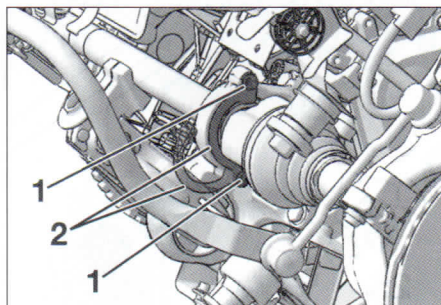
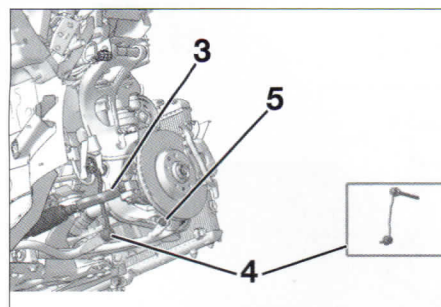

FIG. 1
FIG. 2
- aflojar los tornillos (1) (fig. 1).
- bascular la placa (2).
- separar las bieletas de dirección (3) (fig. 2).
- El conjunto eje de amortiguador/bieleta (4) de barra estabilizadora.
- El eje inferior de suspensión (5).